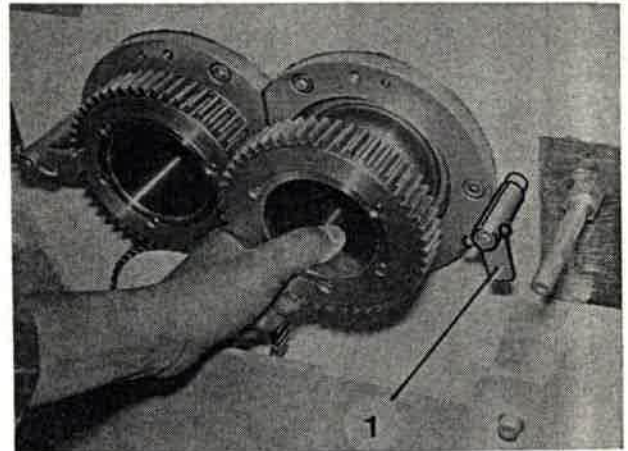

Bild 216
7. Sicherung (Bild 216/1) des rechten Drehzylinders herausnehmen (Bild 216).